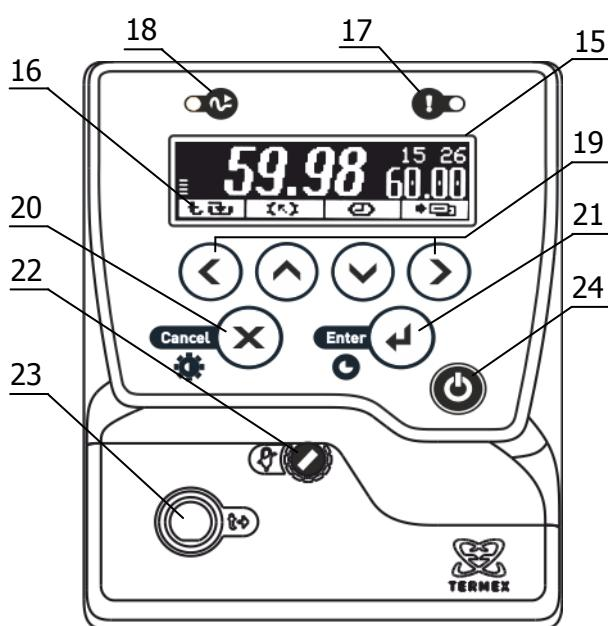

Рисунок 2 – Лицевая панель
Система безопасности блока регулирования отключает двигатель насоса и нагреватель при срабатывании хотя бы одной из защит или неисправности датчика температуры (1.2.13). При срабатывании системы безопасности раздается звуковой сигнал, загорается индикатор 17 (рисунок 2) и на дисплей 15 выводится информация о причине неисправности.
2.3.1 После подключения сетевого кабеля к электрической сети блок регулирования переходит в режим ожидания. Подключение сопровождается кратковременной подсветкой дисплея 15 (рисунок 2).
2.3.6 Для регулировки яркости подсветки или контраста дисплея нажать кнопку 20 (X), выбрать изменяемый параметр кнопками (▲) и (▼) и установить его значение кнопками (◀) и (▶). Зафиксировать изменение нажатием кнопки 21 (↔) (рисунок 2).
2.5.6 Для выбора уставки в качестве текущей кнопками (▲) и (▼) подвести к ней указатель. Значение отмеченной указателем уставки дублируется крупными цифрами в правой части дисплея. Для подтверждения выбора отмеченной уставки нажать кнопку 21 (↙). Для отмены выбора нажать кнопку 20 (✖) (рисунок 2).
2.5.7 Для изменения численного значения отмеченной указателем уставки нажать кнопку (►). На рамке, обрамляющей значение уставки в правой части дисплея, появятся “засечки”, указывающие на изменяемую позицию в численном значении. Цифра в отмеченной позиции мигает. Нажатиями кнопок (▲) и (▼) установить требуемую цифру в отмеченной позиции. Если удерживать кнопку нажатой, значение уставки будет изменяться непрерывно. Нажатиями кнопок (◀) и (►) переместить отметку изменяемой позиции. Дискретность изменения значения уставки зависит от положения изменяемой позиции: если отмечена позиция десятков, то при единичном нажатии кнопки (▲) или (▼) значение уставки изменится на 10 °C. Если отмечена позиция десятых долей, то значение уставки изменится на 0.1 °C соответственно. Закончить ввод нового значения уставки нажатием кнопки 21 (←). Для возврата к значению уставки до ее изменения нажать кнопку 20 (X) (рисунок 2).
2.6.3 При срабатывании защиты раздается звуковой сигнал и загорается красный индикатор срабатывания системы безопасности 17 (рисунок 2). Работа насоса и нагревателя будет блокирована. На дисплее отобразится текущее состояние системы защит.
2.6.5 После устранения причины срабатывания защиты или ее отключения кнопкой (►) индикатор 17 (рисунок 2) погаснет. Перевести блок регулирования в рабочий режим нажатием кнопки 21 (↔).